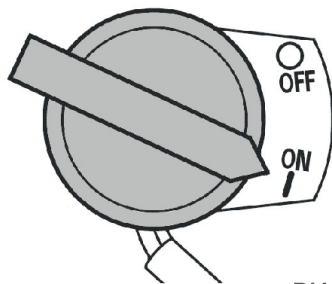

РИС. 10
- 6. Зажигание.** Переведите выключатель зажигания в положение «ON» (I) (Рис. 10).